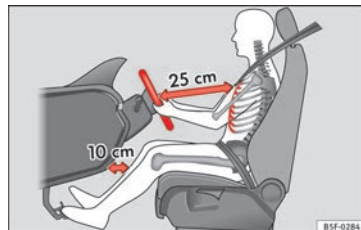

Bild 71 Rätt avstånd mellan föraren och rat-
- Ställ in ratten så att det finns ett avstånd på minst 25 cm mellan ratten och mitten på din bröstkorg » **bild 71**.
- Ställ in förarsätet så att det är ett avstånd på minst 25 cm mellan mitten på bröstkorgen och mitten på ratten »» bild 71. Om du sitter närmare än 25 cm kan inte krokkuddssystemet skydda dig på ett korrekt sätt.